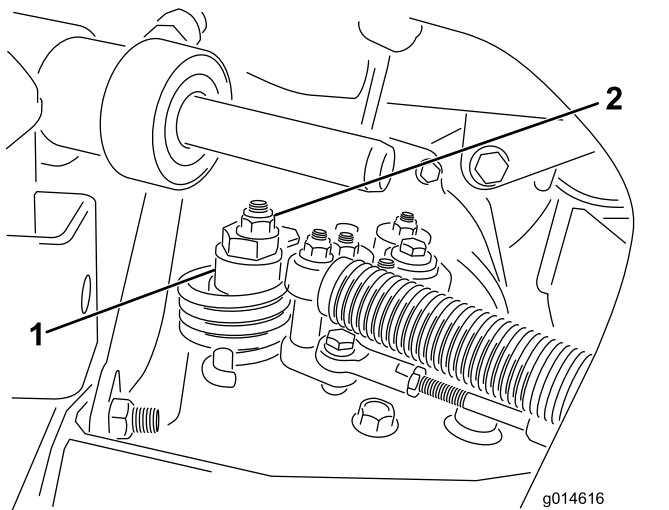

Figure 52
- A. Desserrez l'écrou de fixation de l'excentrique en haut de l'hydrostat (Figure 52).
- C. Tournez l'excentrique jusqu'à ce que la roue ne tourne plus dans aucune direction. Lorsque la roue s'arrête de tourner, serrez l'écrou pour bloquer l'excentrique et le réglage (Figure 52). Vérifiez le réglage avec la commande d'accélérateur à la position BAS RÉGIME, puis HAUT RÉGIME.